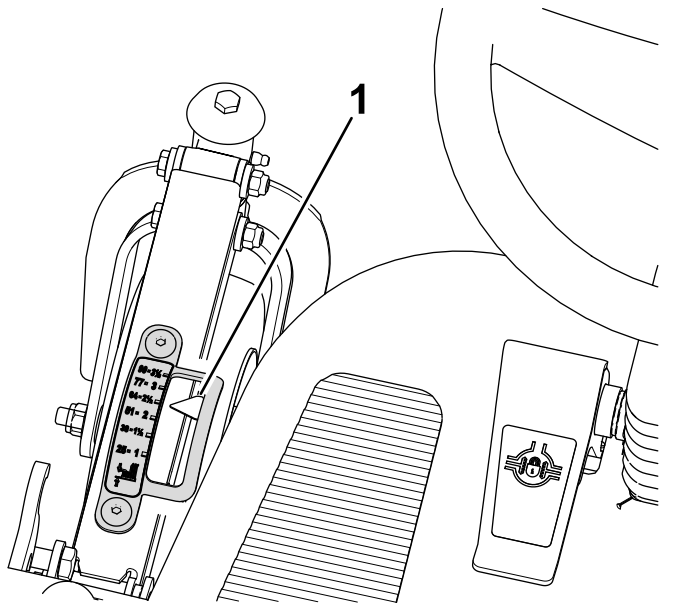

Bild 102
1. Stellen Sie die Schnitthöhe auf 64 mm ein (Bild 102).